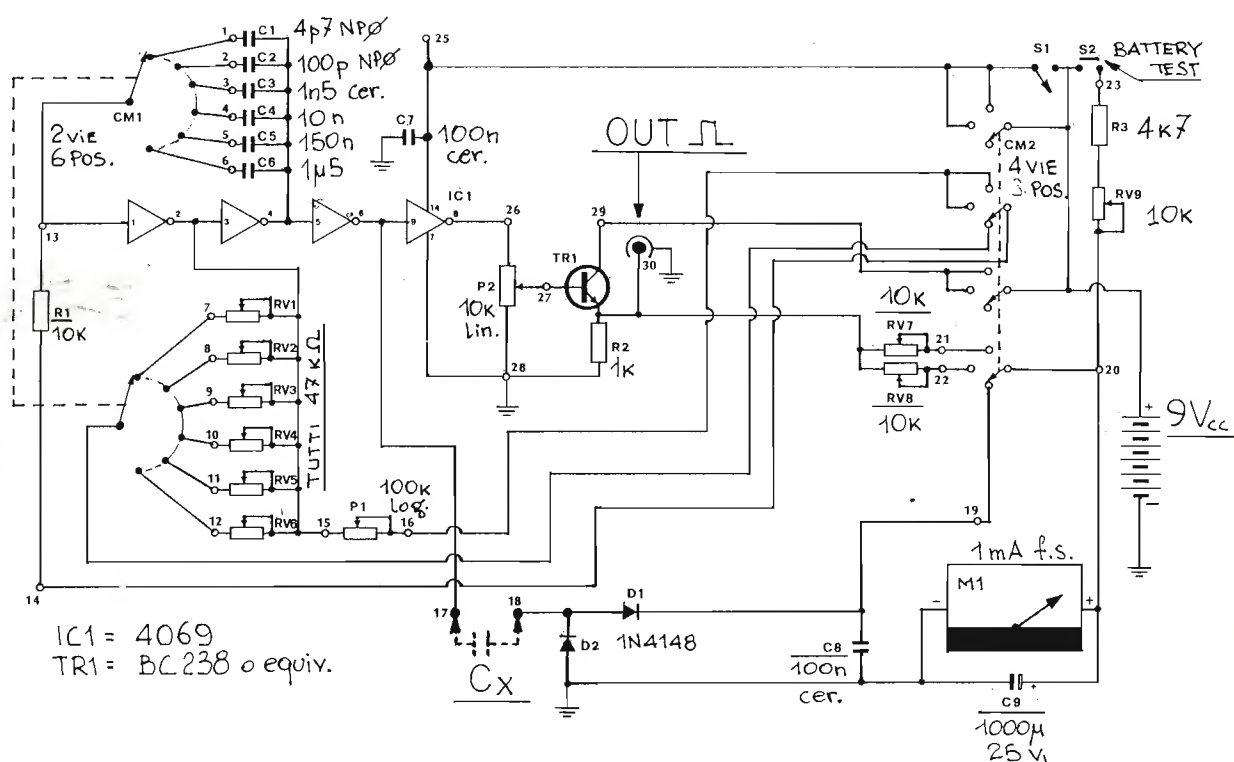
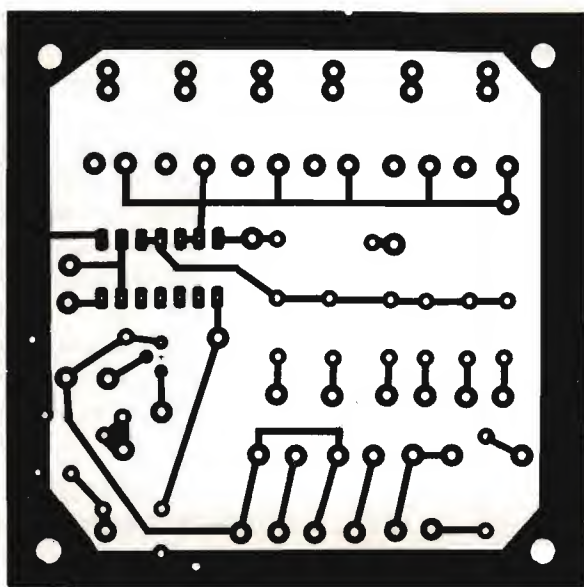
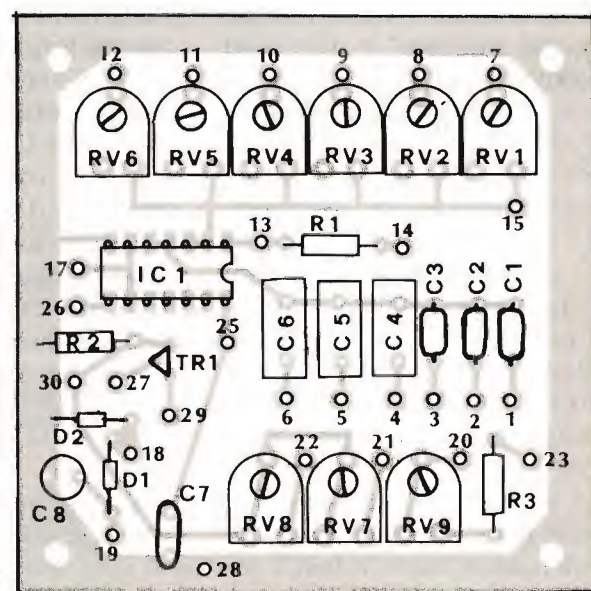

Figura 1. Un unico strumento per misurare la capacità tra 2 pF e 10 μ F e generare segnali tra 10 Hz e 2 MHz, il tutto con pochi ed economici componenti.
Figura 2. Circuito stampato del capacitmetro-generatore BF, in scala 1:1.
Figura 3. Piano di montaggio del capacitmetro-generatore BF: si osservino con attenzione i riferimenti numerici allo schema elettrico.
"Bene, bravo, sette più!". Questo è l'unico commento che posso azzardare all'ottimo progetto sottoposto da Giulio Sironi di Torre de' Busi (BG): si tratta di un capacimetro che, in 6 portate consente affidabili misure da appena 2-3 pF a circa 10 μ F, e che può essere utilizzato come generatore BF a onda quadra da 10 Hz a 2 MHz — più le armoniche, ovviamente. Il tutto con un solo, comunissimo CMOS, un transistor "general purpose" e due soldi di componenti passivi. Lo schema è in **figura 1**: due dei 4 inverter contenuti nel 4069 formano l'oscillatore, la cui frequenza dipende dai condensatori C1 ÷ C6 e dai trimmer RV1 ÷ RV4, selezionabili a coppie mediante il doppio commutatore CM1. La sintonia fine dell'oscillatore si effettua mediante il potenziometro P1, eventualmente multigiri. I 2 inverter rimanenti e il transistor TR1 servono da amplificatori d'uscita per il generatore BF; il condensatore sotto misura, invece, viene inserito tra l'uscita del terzo inverter (pin 6 di IC1) e un rettificatore-duplicatore di tensione formato dai diodi D1 e D2. La tensione d'uscita, pro-
porzionale (anche se non in modo lineare) alla capacità, viene livellata da C8 e C9 e raggiunge lo strumento. Un secondo commutatore, CM2, consente di utilizzare lo strumento come capacimetro o come generatore. I trimmer RV7 ed RV8, selezionabili sempre tramite CM2, definiscono la sensibilità dello strumento che, nel "modo generatore", viene sfruttato come indicatore del liello d'uscita. Le due portate disponibili sono 1 V f.s. (RV7) e 10 V f.s. (RV8). Un ultimo trimmer, RV9, e un'ultima posizione di CM2 consentono il controllo delle batterie o della tensione dell'alimentatore premendo il pulsante S2. La complessità del circuito è solo apparente, come dimostra il circuito stampato suggerito in **figura 2**. Il piano di montaggio è invece in **figura 3**: la numerazione rispecchia quella dello schema in **figura 1**
Interessante, anche se un po' più naif del precedente, lo schema per un convertitore LF/VLF da abbinare a un RX in Onde Corte inviato da Bruno Peschini di Cadenazzo (Svizzera) e riprodotto in **figura 1**. La configurazione è quella classica per i circuiti di questo tipo: il segnale in arrivo dall'antenna (che dovrebbe essere un telaio, preferibilmente accordato) raggiunge il filtro passabasso a πH e dai tre condensatori verso massa, che attenua drasticamente i segnali al di sopra dei 500-600 kHz. Gli altri raggiungono il transistor amplificatore T1 (BC547B o equivalenti), il cui guadagno, e quindi la sensibilità globale, è regolabile per mezzo del trimmer da 1 kohm sull'emettitore. Il condensatore da 0,1 μ sul collettore passa la RF al TBA120, qui utilizzato nell'insolita veste di amplificatore-mescolatore. L'oscillatore, quarzato ed esterno all'IC, è pilotato da un secondo BC547 (T2): l'uscita raggiunge via C il piedino 14 del TBA. I segnali convertiti sono disponibili al pin 8, e un condensatore da 1 nF li accoppia senz'altro all'ingresso d'antenna di un RX che copra la frequenza del quarzo. Quest'ultimo può essere il solito cristallo miniatura (HC18-U) per μP , che viene via per due lire e si trova senza problemi. Il valore suggerito, 8 MHz, non è critico: si può passare anche a 4, 6 o 12 MHz avendo cura di aumentare o ridurre il valore di C rispettivamente a 56, 39 e 27 pF. I segnali tra 5 e 500 kHz circa si ascolteranno frequenza somma o differenza tra la loro e quella del XTAL. Esempio: radiofaro a 380 kHz, quarzo a 8 MHz: si ascolterà sia su (8000